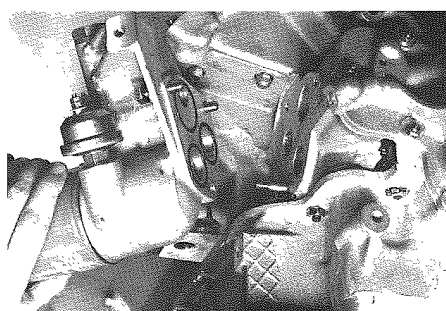

Fig. 63 - Smontaggio filtro olio
- Smontare il corpo supporto filtro olio (**Fig. 63**) ed estrarre i tre anelli di tenuta.
- Disassemble oil filter support body (**Fig. 63**) and remove the three seal rings.